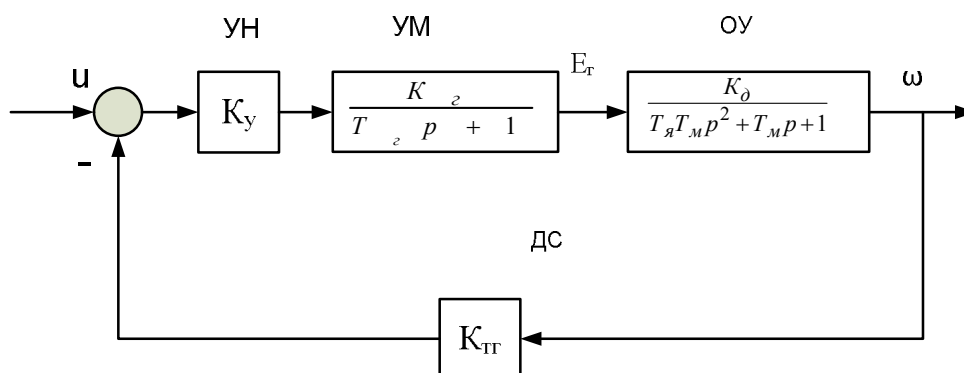

Рис.1
На рис.1 представлена структурно-функциональная схема одноконтурной системы управления двигателем постоянного тока с независимым возбуждением.
На рис.1 приняты следующие обозначения: ОУ - объект управления (двигатель); УН - полупроводниковый усилитель напряжения; УМ - усилитель мощности (генератор постоянного тока); ДС - датчик скорости (тахогенератор); u - напряжение управления; E_g - э.д.с. генератора; ω - угловая скорость вращения вала двигателя (управляемая переменная); T_e , $T_я$, T_m - постоянные времени обмотки возбуждения генератора, якорной цепи двигателя и электрохимическая постоянная времени двигателя, соответственно.
1. По передаточной функции ОУ (рис.1) составить его уравнения состояния в скалярной и векторно-матричной формах; используя численные значения параметров (табл.1), оценить управляемость и наблюдаемость ОУ по критериям Калмана.